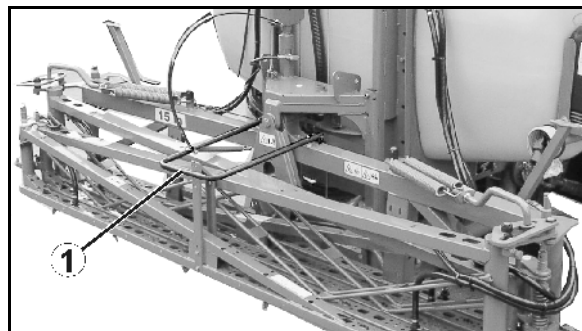

Fig. 9
- Verrouillage en position de transport (Fig. 9/1) de la rampe **Q-plus** permettant d'éviter un dépliement accidentel de celle-ci